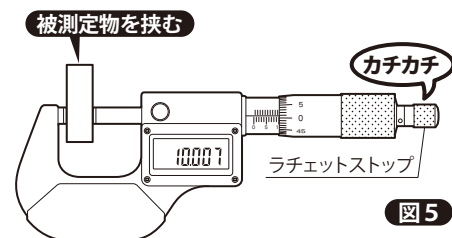

図5
- ①アンビル・スピンドルの測定面を脱脂し、グラスペーパーなどで拭き取って異物が付着していない状態にしてください。
- ②アンビルとスピンドルの間に被測定物を入れます。
- ③クランプを回してゆるめ、ラチェットストップを持ってシンプルを回し、測定面で被測定物を挟みます。ラチェットが『カチカチ』と1～3回鳴った所で停止してください。 **図5**
- ④LCD表示部に表示された数値が、測定値となります。